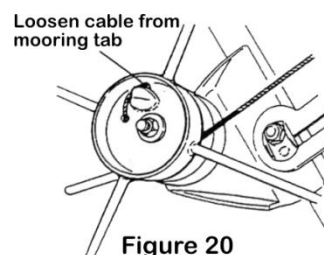

Figure 20
1. Zwolnij napięcie linki stalowej aż całkowicie nie połuznisz jej w cumie wyciągarki. Wyciągnij linkę przez otwór w bębnie wyciągarki (Rys. 20).